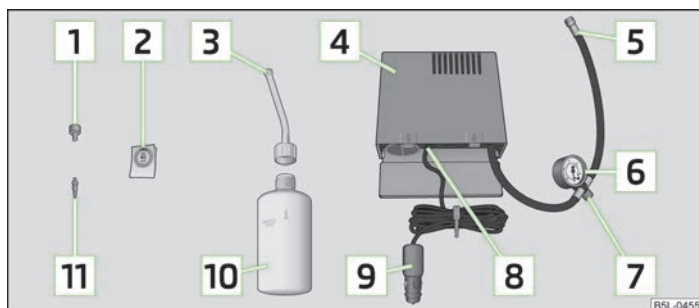

Fig. 160 Componentes del kit de averías
- Pegar la etiqueta adhesiva **2** » fig. 160 de la página 205 sobre el cuadro de mandos en el campo visual del conductor.
- Agitar la botella de inflado de neumáticos **10** » fig. 160 de la página 205 fuertemente varias veces.
- Enroscar el tubo flexible [5] » fig. 160 de la página 205 del compresor de aire fijamente en la válvula del neumático.